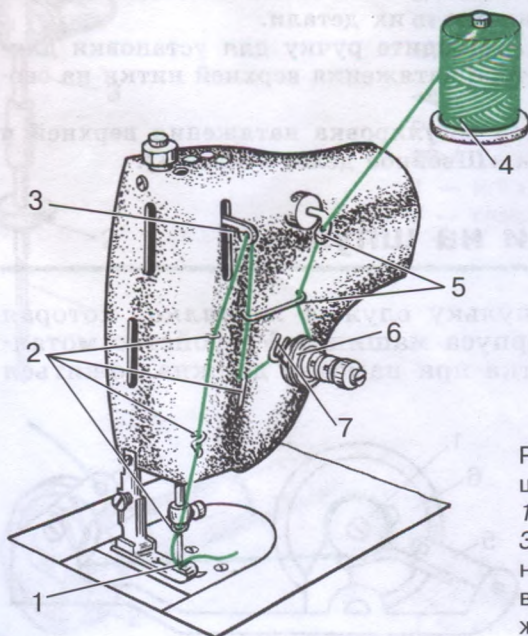

Рис. 9. Заправка верхней нитки в машине 22-А класса ПМЗ:
1. Рассмотрите рисунок 9. Назовите последовательно детали, через которые проходит верхняя нитка.